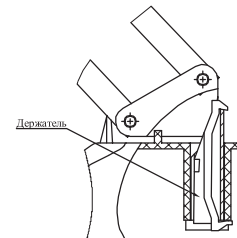

Рис. 3
5.4 Для светильника исполнения "Бета+": Расположите подставку в удобном для вас месте. Установите стойку с плафоном в отверстие подставки. При установке светильника в подставку зафиксируйте стойку с плафоном при помощи держателя, входящего в комплект подставки. Держатель установите со стороны основания подставки в соотв. с рис.3